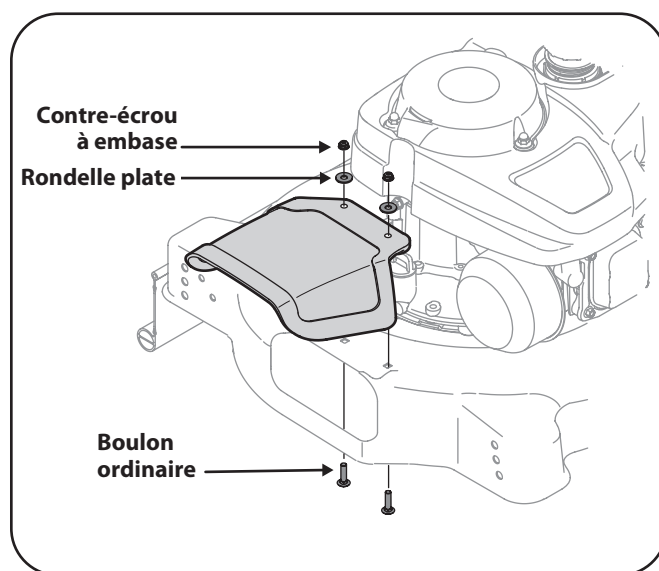

Figure 3-1
1. Positionnez le déflexeur sur le plateau de coupe et alignez les trous. Voir la Figure 3-1.